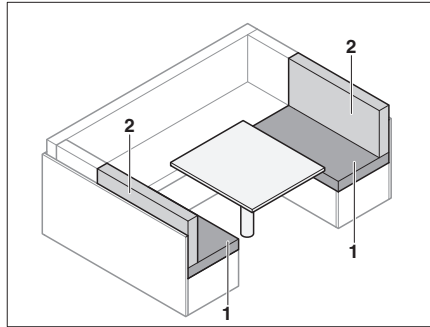

Bild 68 Före ombyggnaden
- Ta bort ryggdynan (Bild 68,2).